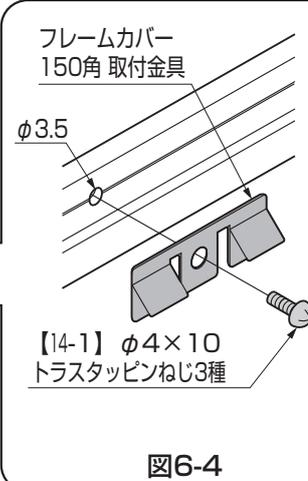

図6-4
- フレームカバー150角には、取付金具を取付ける為の下穴加工φ3.5があいています。(図6-4参照)